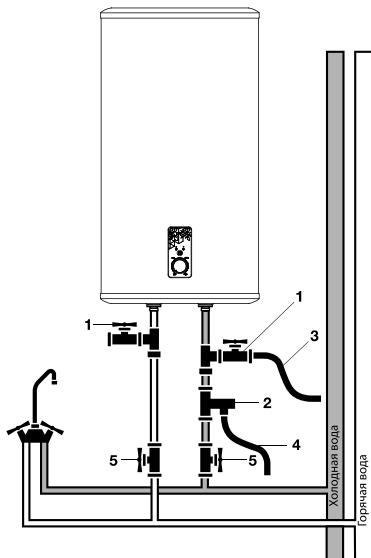

Рис. 7. Монтаж моделей Citadel
- Присоедините дренажный шланг (позиция 3 на рис. 7) к запорному крану на тройнике на входе холодной воды в водонагреватель и направьте его в канализацию, либо в место слива воды. Откройте запорный кран и дождитесь полного слива воды..
**!** В накидной гайке гибкой подводки имеется резиновая прокладка, которая обеспечивает герметичность соединения подводки и клапана безопасности. При затягивании необходимо исключить резкие рывковые усилия, а также ограничить момент затяжки 25-30 Н\*м. Во избежание протечек при подключении трубопровода на концы резьбовых соединений следует установить комплектные резиновые уплотнительные прокладки. Если необходимо реализовать систему водоснабжения на несколько водоразборных точек, используйте способ соединения (см. рис. 7 и 8).